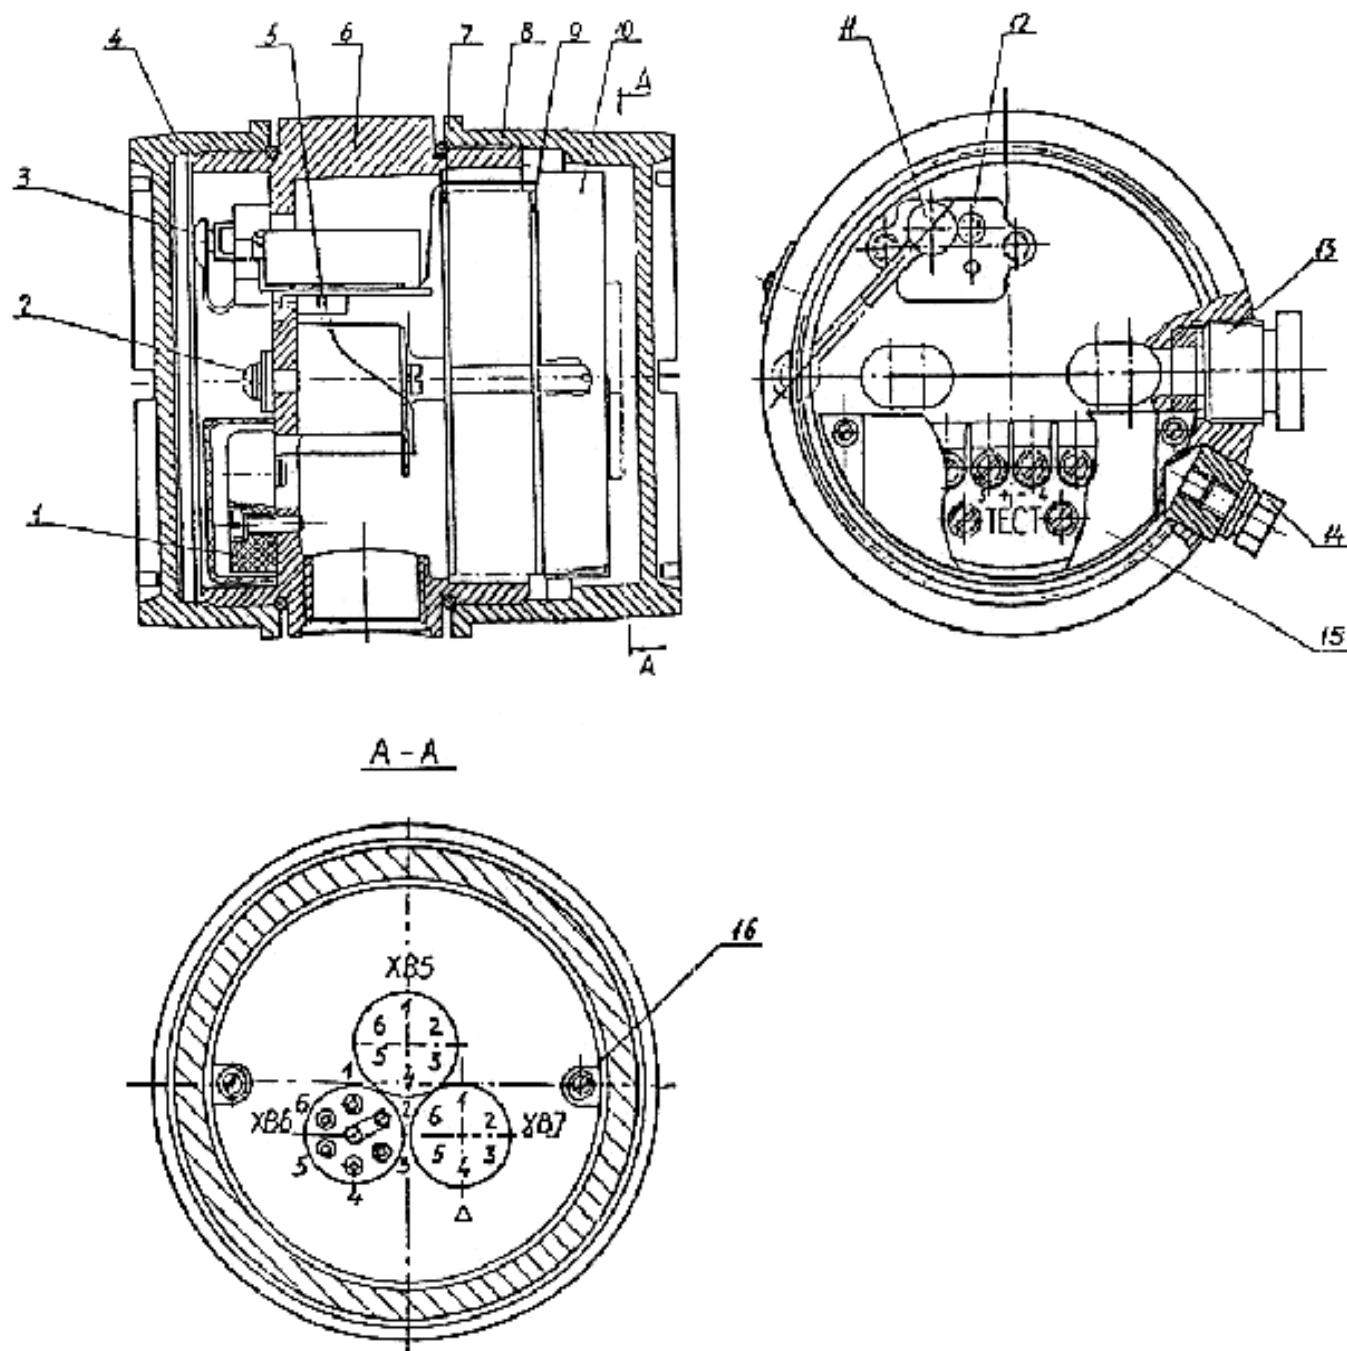

Рис. 6. Электронный преобразователь
6.10. Электронный преобразователь смонтирован на трех платах 5, 7, 9 (рис. 6) или на двух платах 5 и 9 (внешний вид см. рис.6а). Платы размещены внутри специального корпуса 6. Плата 9 закрыта кожухом 10, который крепится двумя винтами 16. Корпус 6 закрыт крышками 4, 8 уплотненными резиновыми кольцами. Преобразователь имеет сальниковый кабельный ввод 13, клеммную колодку 1 для присоединения жил кабеля, винт 2 для подсоединения экрана, в случае исполнения экранированного кабеля, и болт 14 для заземления корпуса. Клеммная колодка закрыта крышкой 15 и опломбирована.
Корректоры 11 и 12 (рис. 6) служат соответственно для плавной настройки диапазона и “нуля” выходного сигнала.
На плате (рис. 6а) переключатели SW1, SW3, SW4 служат для установки параметров выходного сигнала датчика: сигнал 4...20 или 0...5 mA, возрастающая или убывающая выходная характеристика.
Рис. 6а.
12.4. Заделку кабеля в сальниковый ввод преобразователя (рис. 6) производить следующим образом: отвернуть крышку 4 и гайку уплотнения кабельного ввода 13. После подсоединения жил кабеля к клеммной колодке 1 и подсоединения экрана (если кабель экранированный) завернуть гайку уплотнения кабельного ввода 13, установить крышку 15, опломбировать и поставить крышку 4 на место.